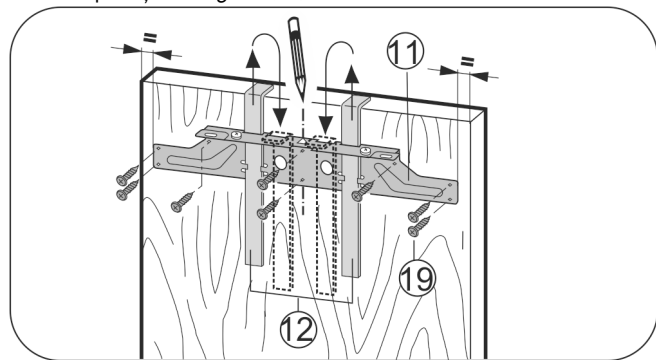

Fig. 18
- ▶ Agățați traversa de fixare Fig. 18 (11) cu ajutorul elementelor auxiliare de montaj Fig. 18 (12) pe partea interioară a ușii mobilierului.
- ▶ Aliniați traversa de fixare Fig. 18 (11) central pe ușă.
- ▶ Fixați traversa de fixare Fig. 18 (11) cu cel puțin 6 șuruburi Fig. 18 (19).
▶ Fixați traversa de fixare Fig. 18 (11) pe margine cu 4 șuruburi Fig. 18 (19).
- ▶ Extrageți în sus elementele auxiliare de montaj Fig. 18 (12) și introduceți-le în poziție răsturnată în orificiile de preluare alăturate.